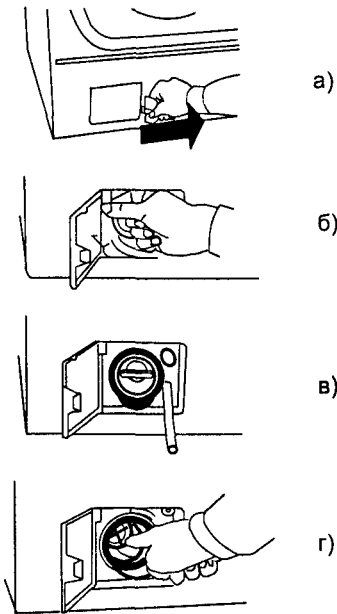
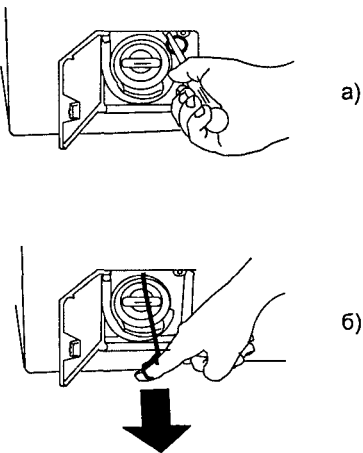

Рис. 3.14.15. Очистка фильтра сливного насоса
Рис. 3.14.17. Аварийное открытие дверцы люка
На рис. 3.14.15 показана последовательность операций по очистке фильтра сливного насоса. Для очистки фильтра:
- открывают лючок (рис. 3.14.15, а);
- сливают воду в небольшую емкость, используя сливной шланг, находящийся за лючком (рис. 3.14.15, б, в);
- удаляют все посторонние предметы из корпуса насоса, убедившись, что крыльчатка насоса может вращаться (рис. 3.14.15, г);
В случае, если дверца загрузочного люка не открывается обычным образом, прибегают к ее аварийному открытию (рис. 3.14.17). Вначале необходимо убедиться, что в баке машины нет воды. Для слива воды запускают программу «Слив» и используют маленький сливной шланг, закрепленный на тыльной стороне лючка на цокольной панели машины (рис. 3.14.15, в). Отключают машину от сети. Для аварийного открытия дверцы люка:
- отворачивают винт, удерживая на месте красное пластиковое кольцо (рис. 3.14.17, а);
- потянув за кольцо, открывают дверцу люка (рис. 3.14.17, б);